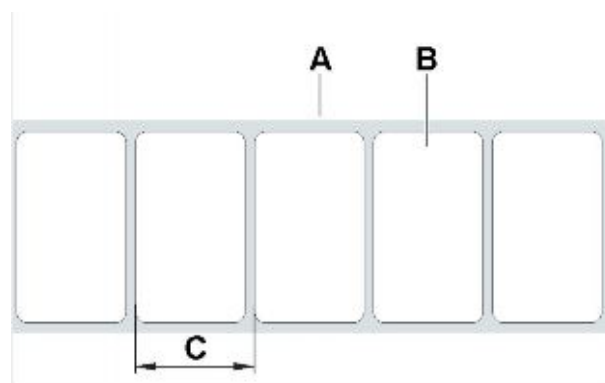

Рис. 40. Лента с самоклеящимися этикетками
1. Измерьте шаг этикетки (Рис. 40С).